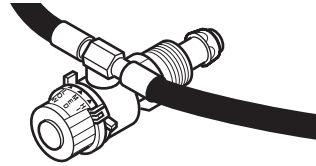

Figura 2. Conexión de las mangueras del quemador al regulador
3. Conecte las mangueras del quemador como se muestra en la figura 2. Apriete con una llave para asegurarse que la conexión no tenga fugas.